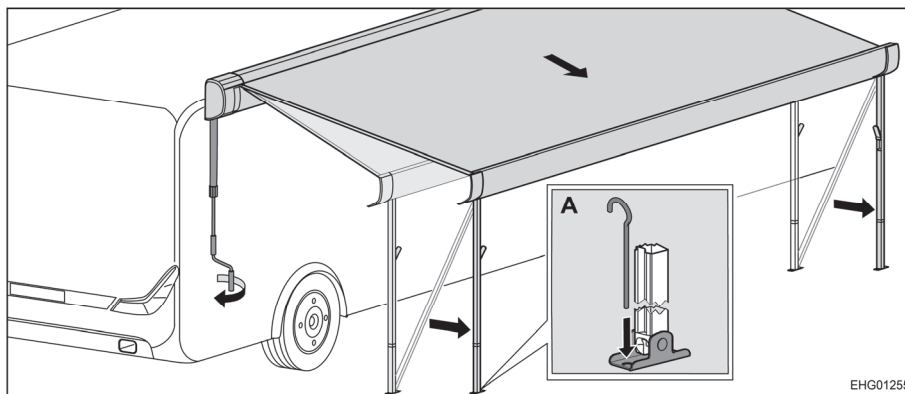

Fig. 51 Collocazione della tenda nella posizione finale
- Servendosi di puntelli, fissare a terra i montanti di supporto (Fig. 51,A).